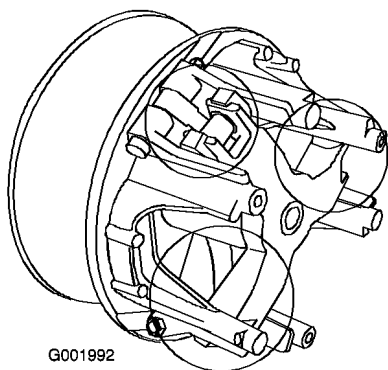

Figure 58
5. Lubrifiez les pièces mobiles aux endroits indiqués par des cercles à la Figure 58 avec du lubrifiant sec en aérosol de marque Toro, disponible auprès des concessionnaires ou distributeurs Toro agréés.